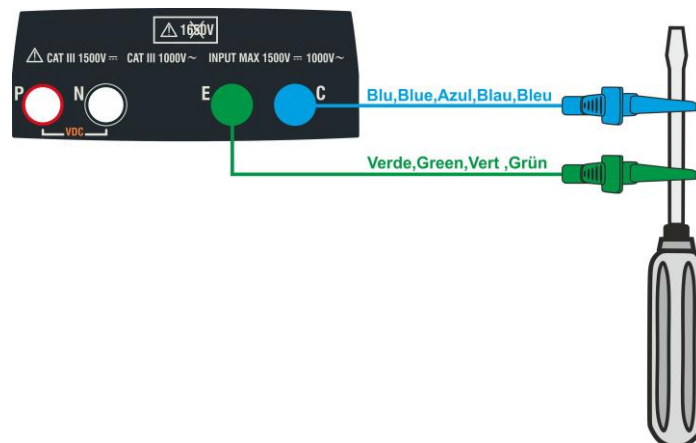

Fig. 4: Compensation de la résistance des câbles de mesure
3. Connectez les câbles de mesure entre eux comme indiqué dans Fig. 4